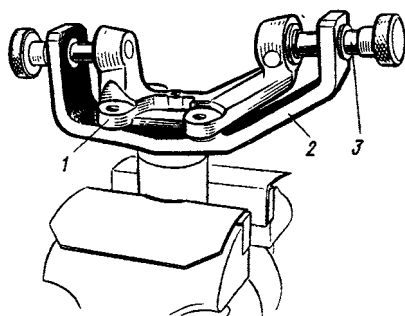

Рис. 30. Проверка деформации поворотного кулака
4. Деформация поворотного кулака. Проверить и заменить деформированный поворотный кулак. При проверке поворотный кулак 1 (рис. 30) устанавливают в приспособление 2, зажатое в тиски, таким образом, чтобы поверхность на кулаке под манжету ступицы колеса совпала с отверстием приспособления. После этого в отверстия кулака под пальцы шаровых шарниров подвески вводят установочные пальцы 3 приспособления. При отсутствии деформации поворотного кулака установочные пальцы приспособления должны входить в отверстия кулака свободно, без особого усилия.
4. Деформация поворотного кулака. Проверить деформацию поворотного кулака (см. рис. 30), заменить неисправный поворотный кулак.